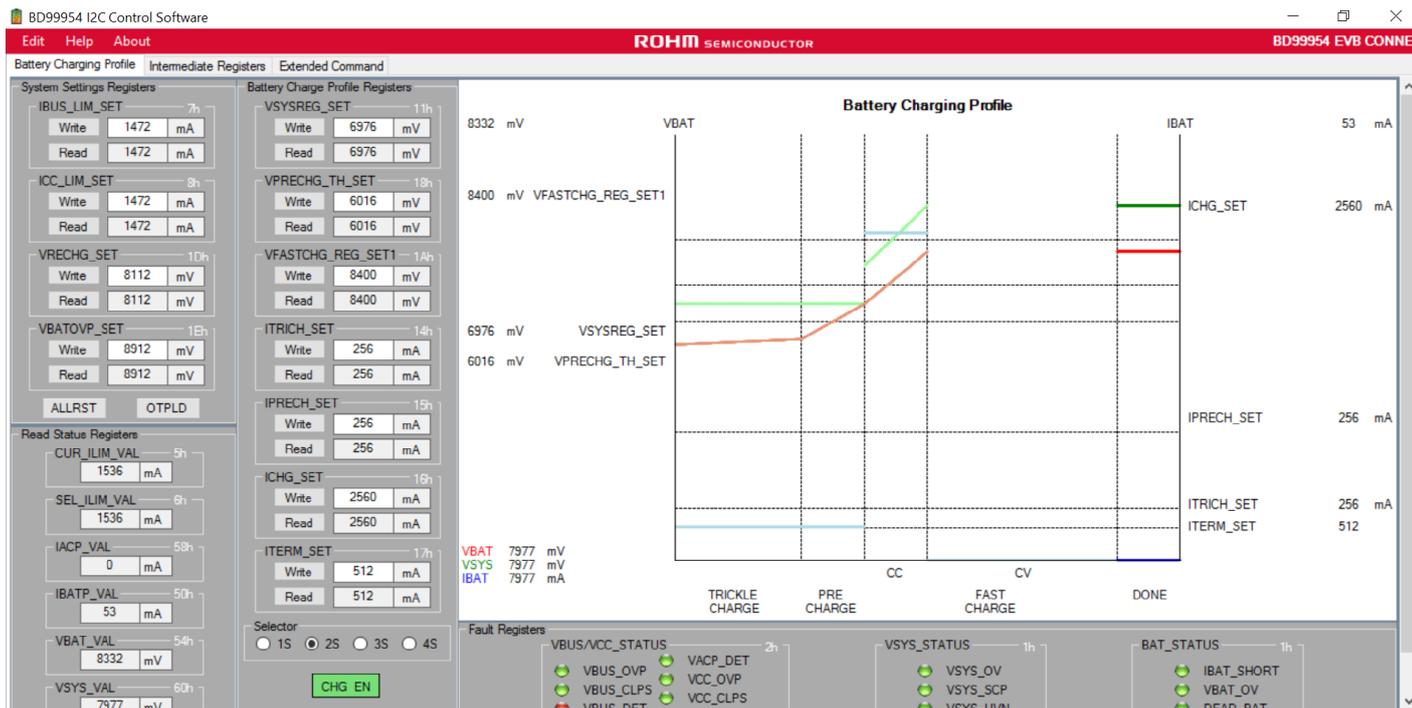

図 28. Done (完了)
12. Done 状態では、バッテリーの充電が停止し、バッテリー電圧よりも 15%高い電圧が VSYS から出力されます(図 28 を参照)。